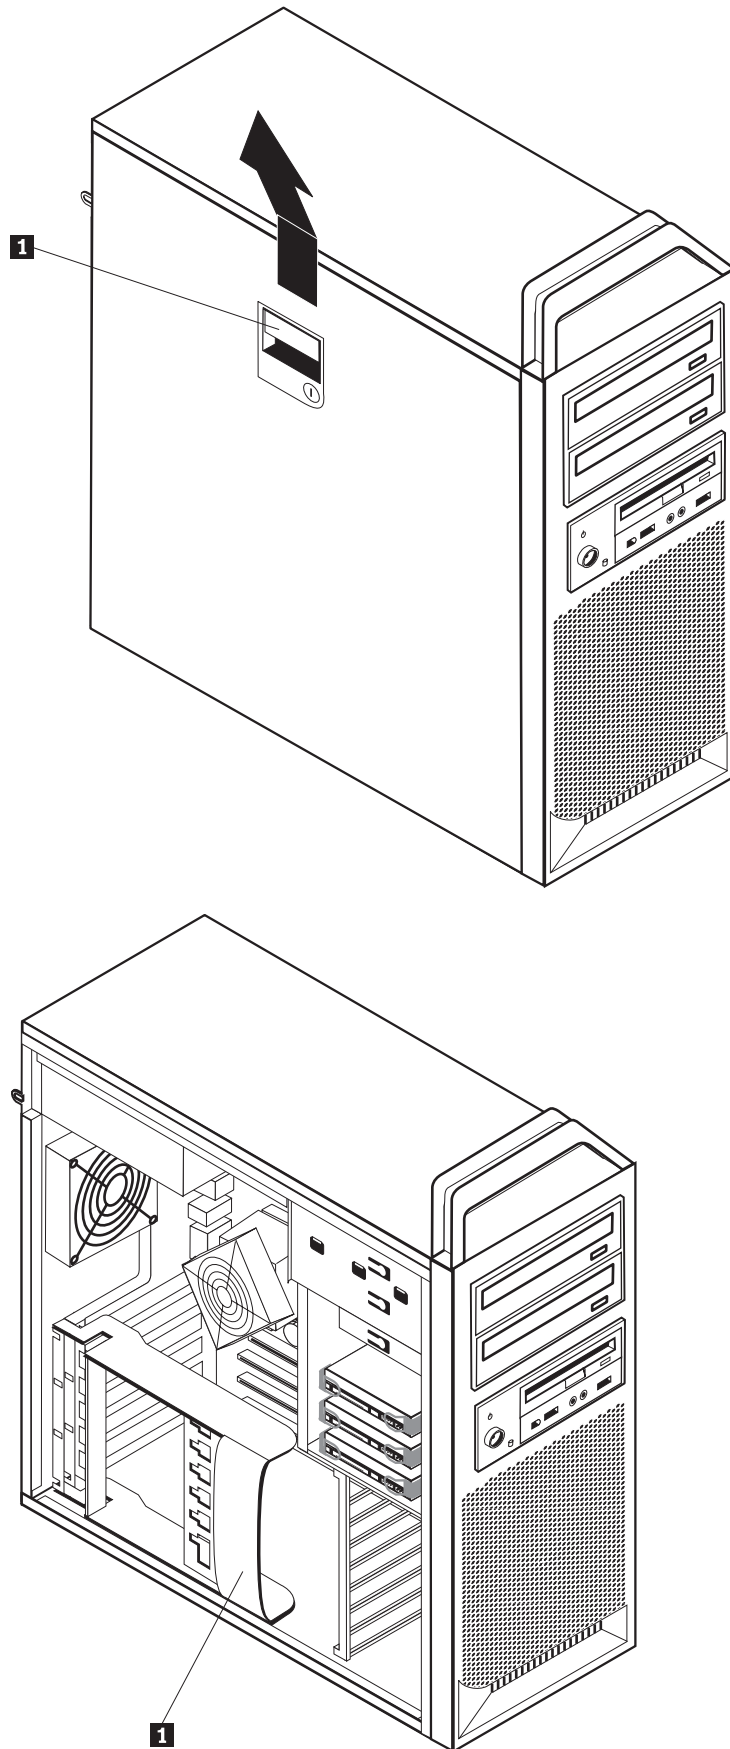

Figura 5. Desmontaje de la cubierta
5. Desacople el mecanismo de cierre de la cubierta **1** y abra la cubierta. Quite la cubierta y colóquela en una superficie plana. Consulte la Figura 5 en la página 13.